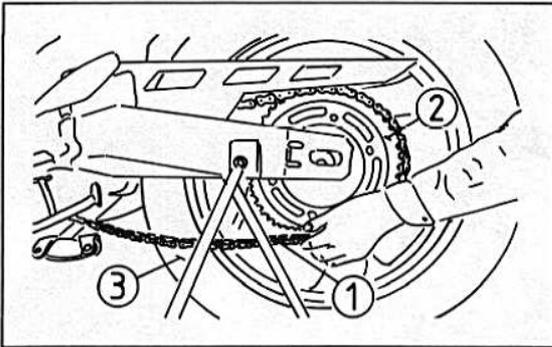

Bild 276
- Die beiden Hülsen, links und rechts abnehmen (Bild 276).